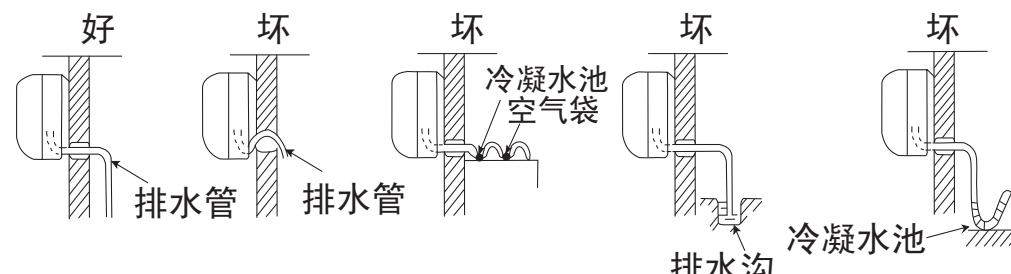

图 27
- 1 用附件 ⑭ 排水管与室内机组的出水管连接起来。
- 2 如要使冷凝水流得舒畅, 排水管应倾斜少许, 如图27所示。